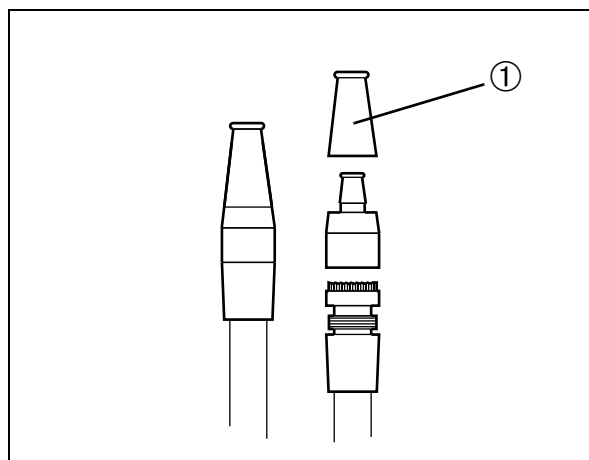

Abb. 12
Im Handstück befindet sich ein Adapterstück ① (Abb. 12), in welches handelsübliche Speichelsaugerkanülen oder chirurgische Kanülen eingesetzt werden können.